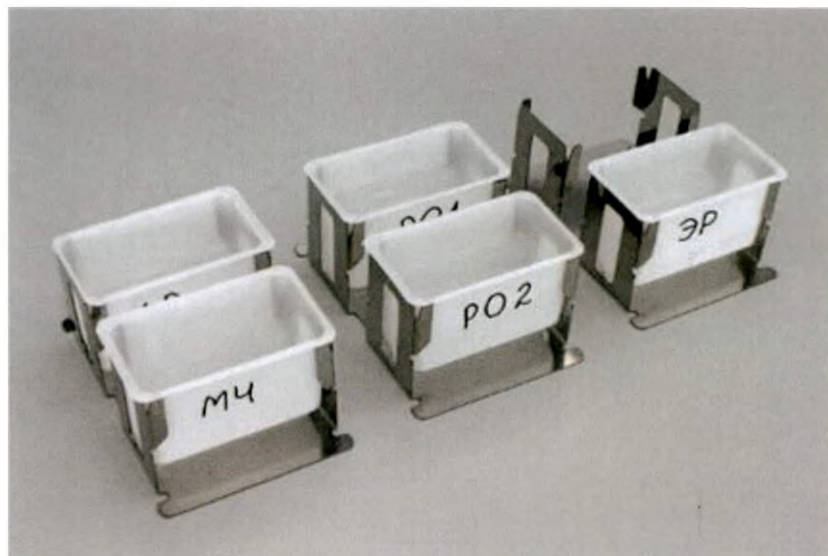

Рис. 31. Подставки с кюветами под реагенты.
6.5.4.1. Промаркируйте кюветы для реагентов (Рис. 31): ЛР (лизирующий раствор), ЭР (элюирующий раствор), МЧ (суспензия магнитных частиц), РО1, РО2 (растворы для отмывки №1 и №2).